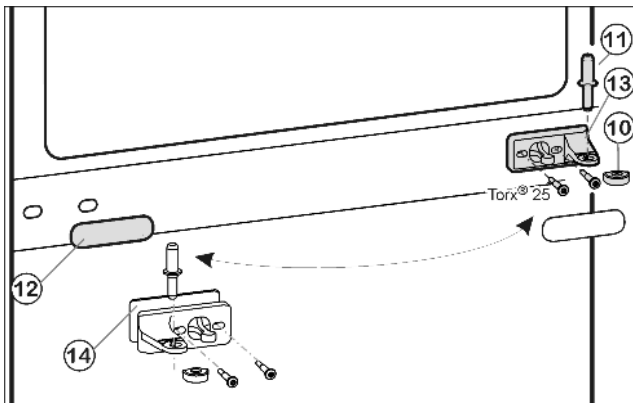
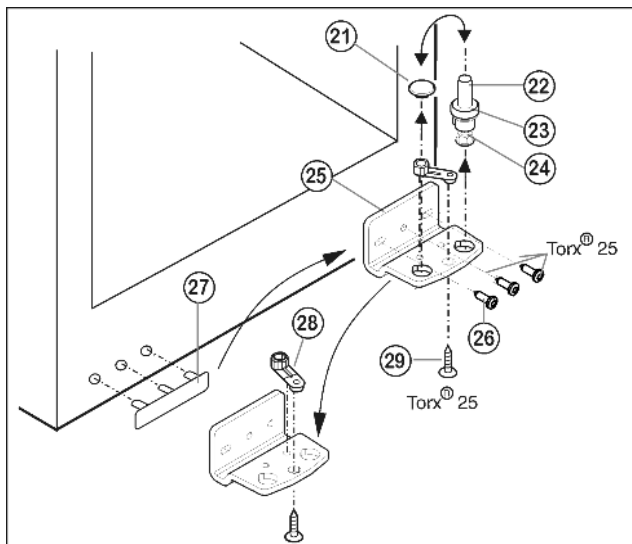

Fig. 5
Fig. 6
- Middelste lagerbout Fig. 5 (11) uit de lagerbus en de onderste deur uittrekken.
- Kunststof kapje Fig. 5 (10) afnemen.
- Middelste lagerbus Fig. 5 (13) losschroeven (2 maal Torx® 25).
- ▶ Afdekplaat Fig. 5 (12) voorzichtig afhalen.
- ▶ Middelste lagerbus met Fig. 5 (14) onderlegschijsje Fig. 5 (13) 180° gedraaid aan de nieuwe scharnierkant **goed (met 4 Nm)** vastschroeven.
- ▶ Afdekplaat Fig. 5 (12) 180° gedraaid aan de nieuwe greepzijde weer vastklikken.
- ▶ Lagerbout Fig. 6 (22) compleet met schijfje Fig. 6 (23) en stelplaatje Fig. 6 (24) naar boven eruit trekken.
- ▶ Stop Fig. 6 (21) eraf halen.
- ▶ Lagerbus Fig. 6 (25) losschroeven Fig. 6 (26).
- ▶ Lagerdeel Fig. 6 (28) losschroeven Fig. 6 (29) en in het tegenoverliggende opnamegat van de lagerbus omzetten en weer vastschroeven.
- ▶ Afdekking aan de greepzijde Fig. 6 (27) voorzichtig optillen en op de tegenoverliggende zijde plaatsen.
- ▶ Lagerbus Fig. 6 (25) aan de nieuwe scharnierzijde evt. met behulp van een accuschroevendraaier weer **goed (met 4 Nm)** vastschroeven.
- ▶ Stop Fig. 6 (21) weer in het andere gat aanbrengen.
- ▶ Lagerbout Fig. 6 (22) compleet met schijfje en stelplaatje weer aanbrengen. Er daarbij erop letten, dat de sluitnok naar achter wijst.
- ▶ Plaats de onderste deur van boven op de onderste lagerbout Fig. 6 (22).
- ▶ Het kunststof kapje Fig. 5 (10) weer op de middelste lagerbus Fig. 5 (13) zetten.
- ▶ Middelste lagerbout Fig. 5 (11) op de nieuwe scharnierzijde in de onderste deur plaatsen door de middelste lagerbus Fig. 5 (13).
- ▶ Bovenste deur op de middelste lagerbout Fig. 5 (11) zetten.
- ▶ De deuren eventueel via de beide langgaten in de onderste lagerbus Fig. 6 (25) en middelste lagerbus Fig. 5 (13) ten opzichte van de kast uitlijnen. Eerst de middelste schroef in de onderste lagerbus Fig. 6 (25) uitdraaien.